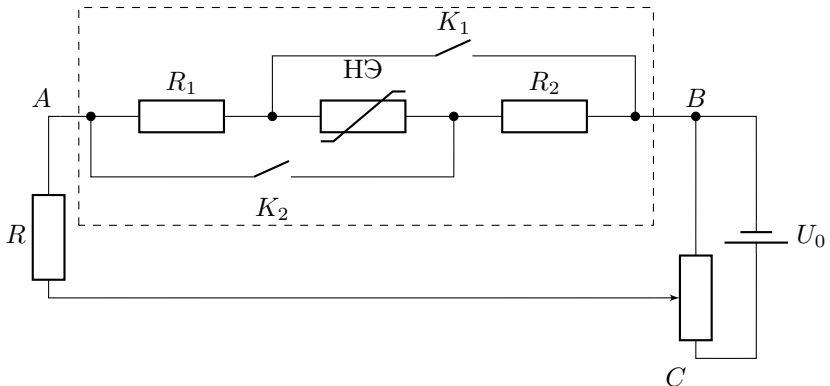

Рис. 2
2. Экспериментально определите вольт-амперную характеристику (ВАХ) серого ящика для всех четырёх положений ключей, пользуясь схемой, приведённой на рис. 2. Постройте графики ВАХ. Для линейных зависимостей необходимо не менее 7 точек, для нелинейных – 11. Допускается построение нескольких зависимостей на одном поле графика, при условии, что эти зависимости подписаны.